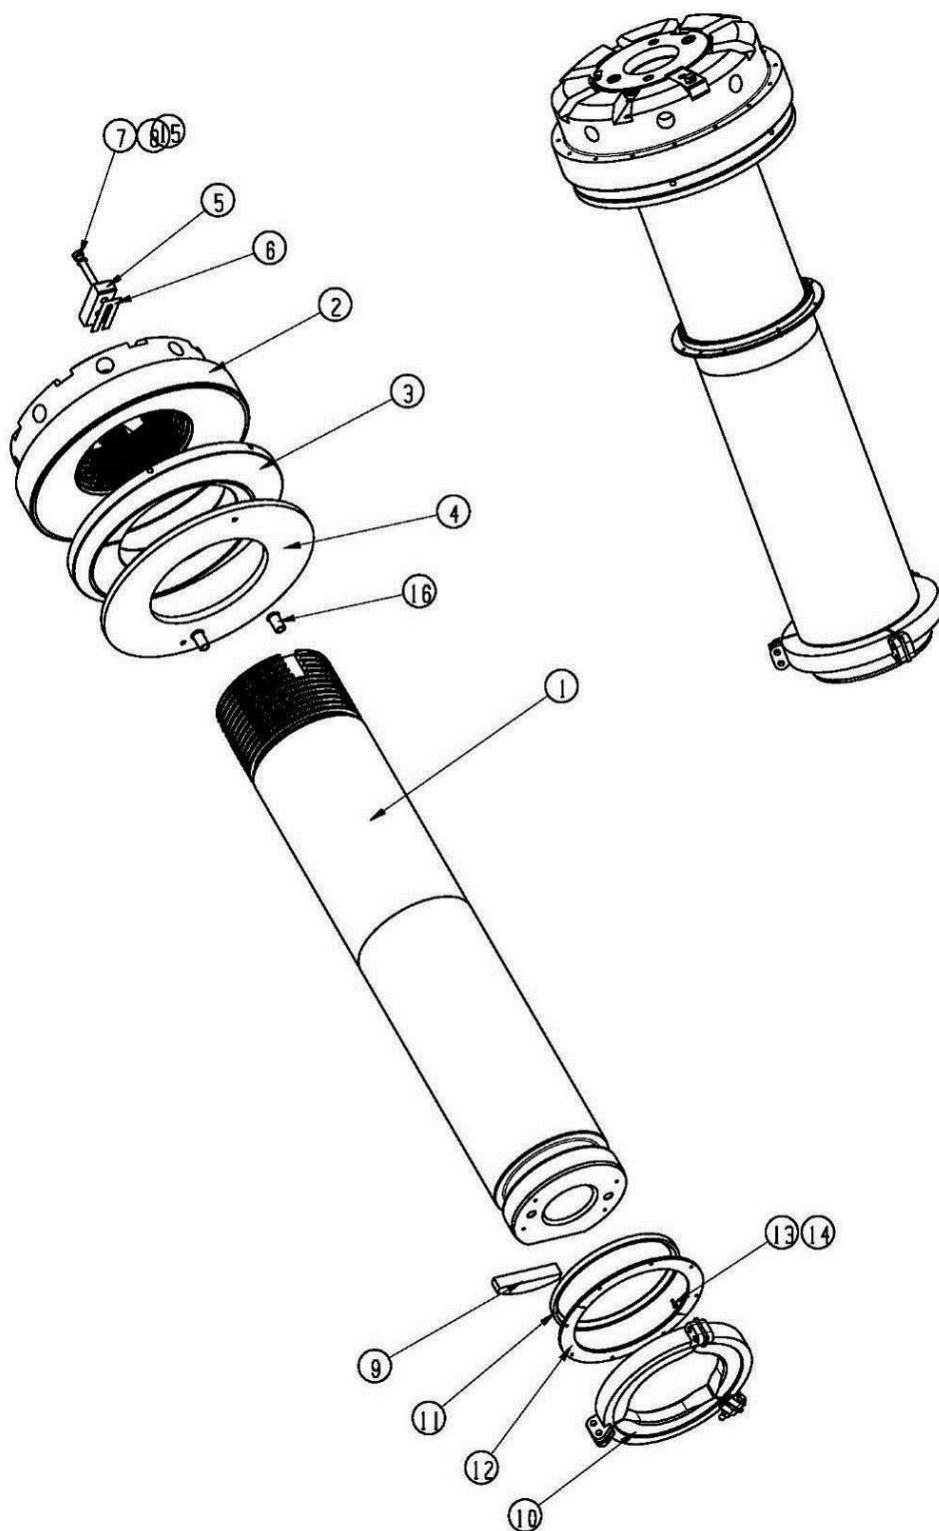

Рисунок 10-14. Центральная цапфа
Центральная цапфа (см. рисунок 10-14) является центральной осью поворота поворотной платформы. Регулировка гайки цапфы в верхней части центральной цапфы может компенсировать износ кольцевых рельсов, роликов, а также сферической шайбы центральной цапфы и упорной шайбы. Цель регулировки заключается в предотвращении чрезмерного наклона и перекоса верхней конструкции.
7. Следующим способом демонтируйте гайки центральной цапфы, сферическую шайбу, упорную шайбу (см. рисунок 10-14):
- A. Ослабьте и снимите болт (7), шайбу (8) и проволоку (15);
- B. Снимите фиксирующее устройство (клавишу) (5) и прокладку (6));
- C. Против часовой стрелки раскрутите гайку центральной цапфы (2);
- E. Снимите сферическую прокладку (3) и упорную шайбу (4). Вес сферической прокладки составляет около 270 кг, а упорной шайбы составляет около 100 кг.